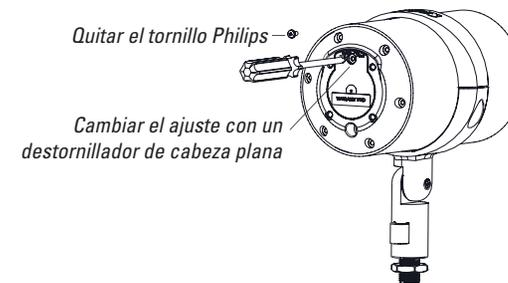

Figura 22
- El altavoz L41XC se suministra con el transformador ajustado a 60 W. Si quieres utilizar un ajuste de menor potencia, utiliza un destornillador de punta Philips para quitar el tornillo Philips protector tal como se muestra en la Figura 22.